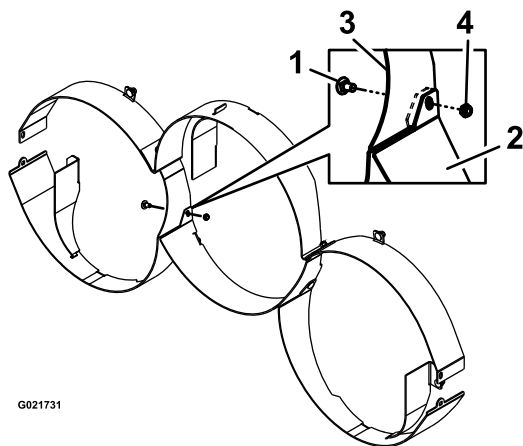

Figura 4
4. Instale el deflector trasero central usando 2 pernos de cuello cuadrado (3/8-16 x 7/8 pulgada) y 2 contratuercas (3/8-16), según se muestra en Figura 4.
Nota: Este deflector se instala entre las pestañas de los deflectores delanteros exteriores (Figura 4).
Nota: En el punto de unión de los deflectores delanteros exteriores, los deflectores traseros exteriores y el deflector trasero central, instale 2 pernos de cuello cuadrado (3/8-16 x 7/8 pulgada) y las dos contratuercas (3/8-16), según se muestra en Figura 4.